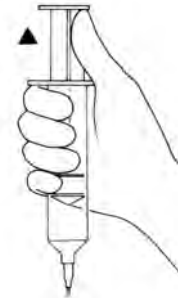

Figure 4-4a. Aspirer de l'air
5. Aspirer tout l'air restant dans la manchette jusqu'à sentir une légère résistance au niveau du piston. (**Figure 4-4a**)